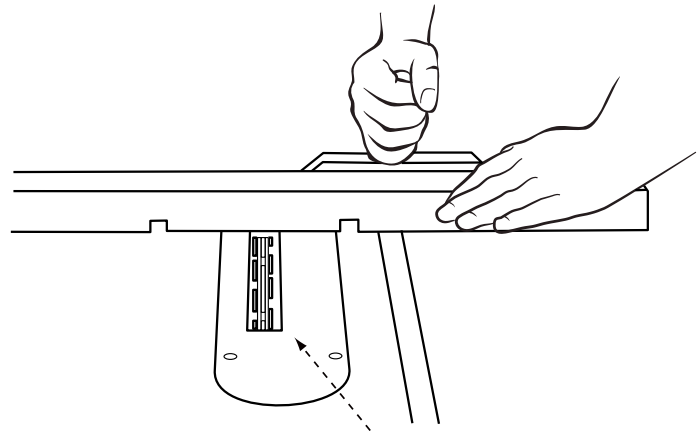

FIGURA 33
- Debe usar la placa de garganta para ajuste del cabezal para ranurar de accesorio, mostrado en la Figura 33, en vez de la placa de garganta estándar. Asegúrese de que la placa de garganta esté al nivel de la mesa antes de continuar.